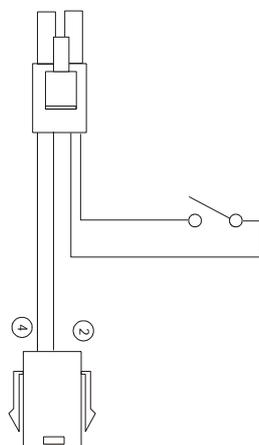

Figura 1 "Cablaggio Comado Pompa"
- inserire il connettore della pompa (1) appena sfilato nell' apposito connettore del "Cablaggio Comando Pompa" (Figura 1);